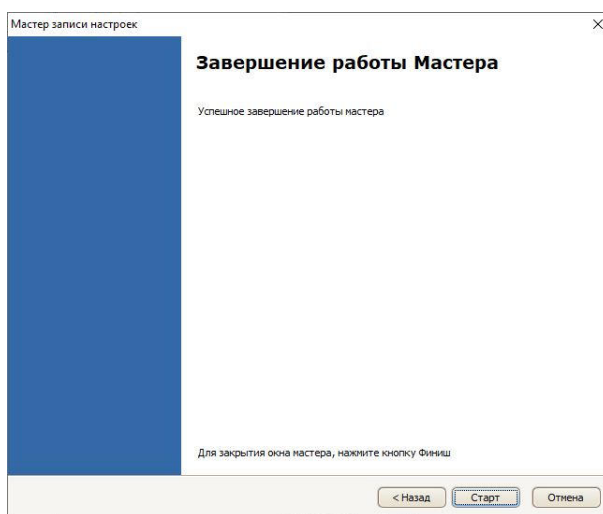

Рис.6.21. Финальное окно Мастера записи настроек
3. Настройки (уставки) будут записаны в устройство автоматически. По завершению записи настроек откроется финальное окно мастера записи уставок (смРис.6.21).